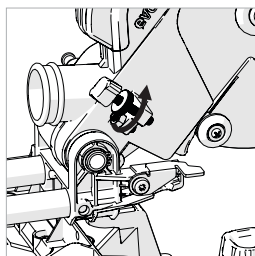

Fig. 26b
- Allentare il dado di bloccaggio zigrinato. **(Fig. 26b)**
- Una volta impostata la profondità desiderata, stringere il dado di bloccaggio zigrinato **(Fig. 26b)** sulla staffa di supporto per bloccare il fermo di profondità e accertarsi che non ci sia alcun movimento.